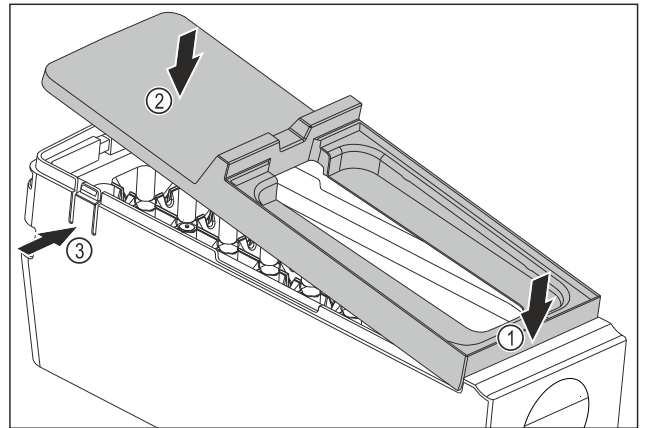

Fig. 107
- ▶ Abdeckung des EasyTwist-Ice-Korpus montieren: Abdeckung vorne ansetzen. Fig. 107 (1)
- ▶ Abdeckung hinten absenken. Fig. 107 (2)
- ▶ Abdeckung rastet hörbar in beiden Laschen Fig. 107 (3) ein.